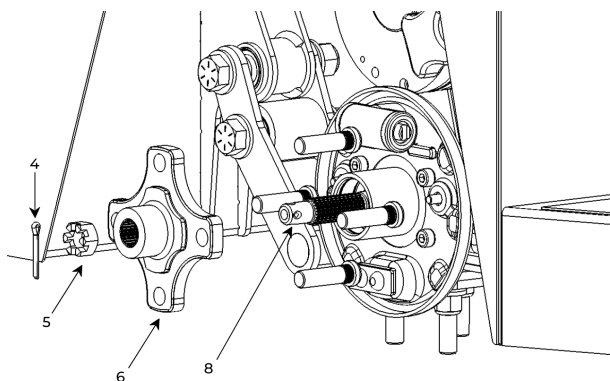

Figure 54. Retrait de la goupille fendue, de l'écrou à créneaux et du moyeu.
11. Réinstaller l'enceinte (5). Il est important de s'assurer que les positions de A1 et F1 sont parallèles. (Voir Figure 54).
12. Réinstaller le moteur (1) sur le différentiel (3) à l'aide des six vis (2).
13. Serrer les vis (2) selon les valeurs standard. La valeur de couple appropriée est de 24 lb-pi.
14. Retirer le dispositif de levage du moteur (1).